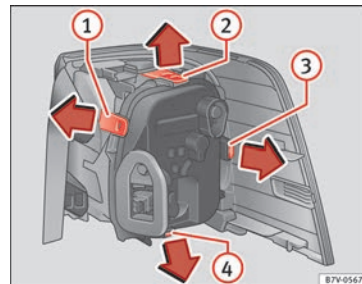

Fig. 115 Feux arrière dans la carrosserie : démonter le porte-ampoule. ① à ④ : languettes de fixation.
8.	Pour débloquent le porte-ampoule, appuyez sur les languettes de fixation » fig. 115 ① à ④ dans le sens de la flèche.